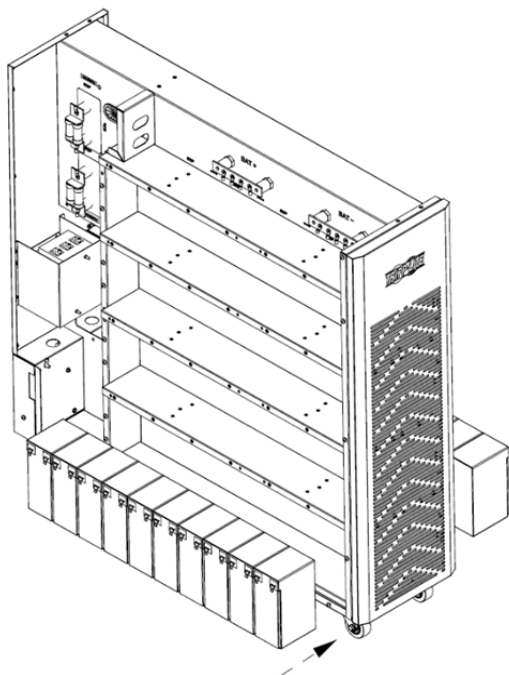

Figura 5-6A
5. Instale 10 módulos de baterías en la capa inferior (L1-a, serie positiva del grupo 1). Asegúrese de mantener los lados de las terminales de todas las baterías hacia arriba (Figura 5-6A).